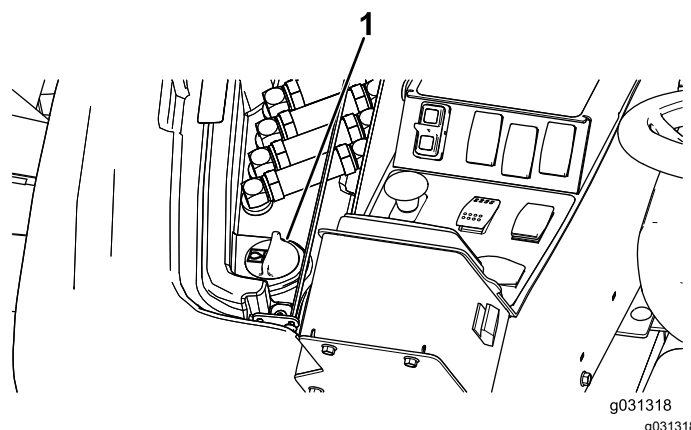

図 130
2. 機体右側のアクセスカバーを開くと油圧タンクのキャップがある 図 130。
3. 油圧オイルタンクの注油口周辺をきれいに拭き、キャップ 図 130 を外す。